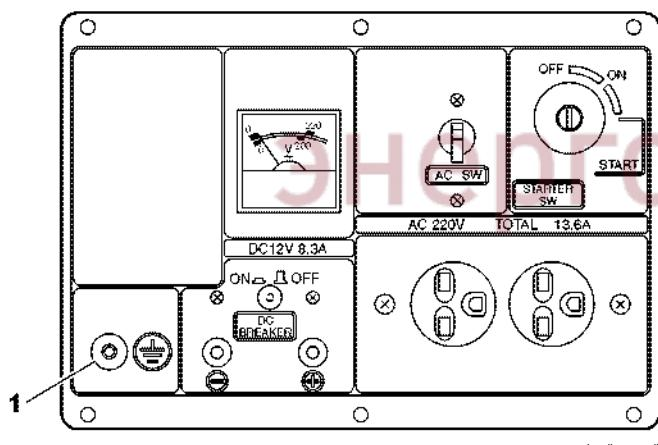

Рис. 48
- Присоедините заземляющий провод к клемме заземления (Рис. 48, (1)).